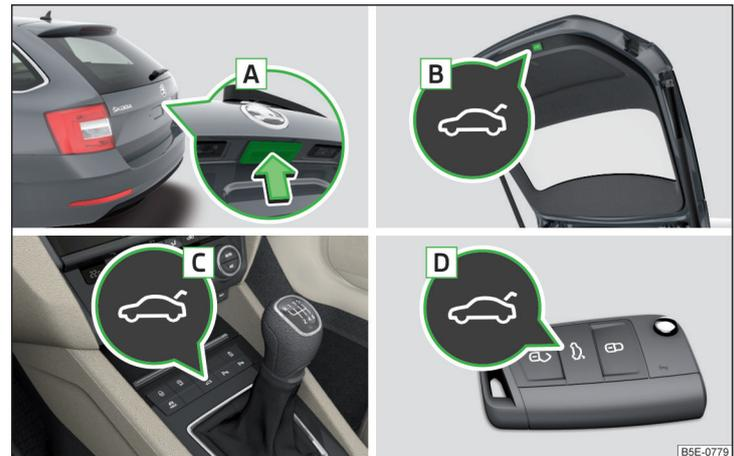

Abb. 40 Klappenbedienungs
- ▶ Durch das Drücken des Griffes **A** » Abb. 40.
- ▶ Durch das Drücken der Taste **B** » Abb. 40.
- ▶ Die Taste **B** » Abb. 40 auf Seite 59 gedrückt halten, bis ein akustisches Signal ertönt.
Die Klappe reagiert nicht auf ein Öffnungssignal	Entfernen eines eventuellen Hindernisses (z. B. Schnee), erneutes Öffnen der Klappe » Seite 59 Drücken des Griffs A » Abb. 40 auf Seite 59 und Ziehen der Klappe nach oben